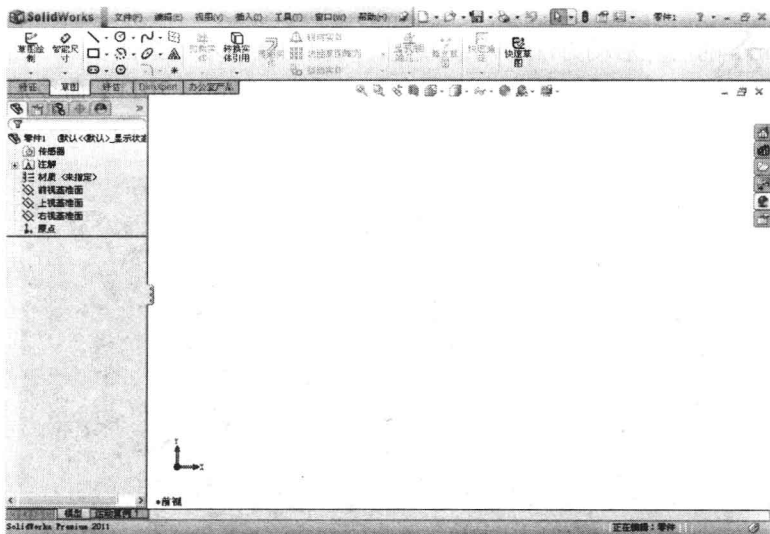

图 1-3 SolidWorks 零件用户界面
- (1) 单击 SolidWorks 使用界面中的  按钮, 弹出【新建 SolidWorks 文件】对话框。
- (2) 单击【零件】图标, 再单击  按钮, 出现 SolidWorks 零件用户界面, 如图 1-3 所示。